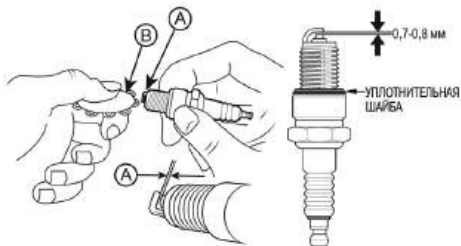

Рис. 29. Проверка межэлектродного зазора
4. Измерьте зазор А между электродами свечи зажигания специальным щупом В. Зазор должен быть  $0,7-0,8$  мм (Рис. 29). При увеличении или уменьшении требуемого зазора, рекомендуется заменить свечу, так как регулировка зазора может привести к изменению качества искрообразования.